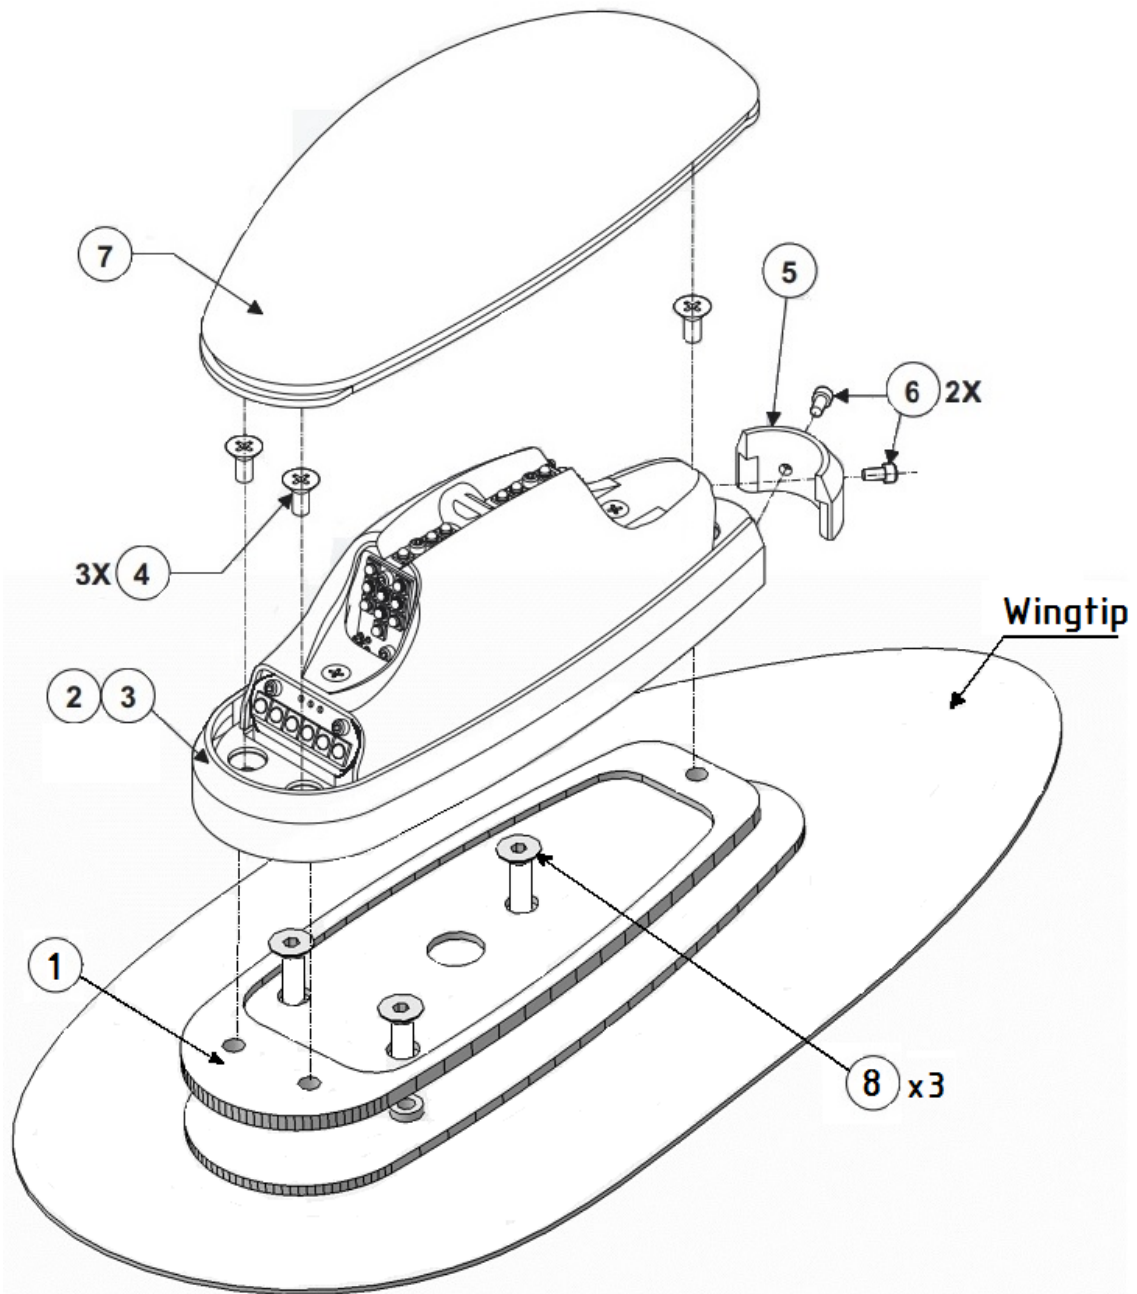

Fig. 33-40-16
1	Unscrew Screw (2 pcs.) item 6 (Fig. 33-40-16).
2	Remove Retainer item 5 (Fig. 33-40-16).
3	Remove Lens item 7 (Fig. 33-40-16).
4	Unscrew Screw (3 pcs.) item 4 (Fig. 33-40-16).
5	Remove Assembly LED Light item 2, 3, (Fig. 33-40-16).
6	Unscrew Screw (3 pcs.) item 8 (Fig. 33-40-16).
7	Remove Base plate item 1 (Fig. 33-40-16).